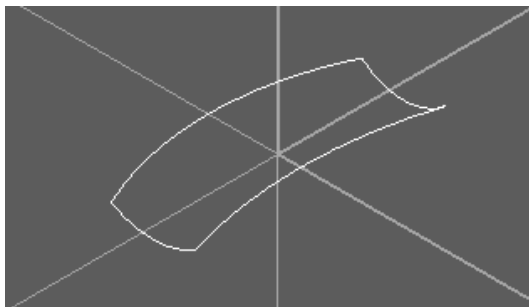

图 1-107 昆氏加工建模
3) 设定作图深度 Z30，同样以圆弧端点画弧，半径为 20mm，完成后的图形如图 1-107 所示。